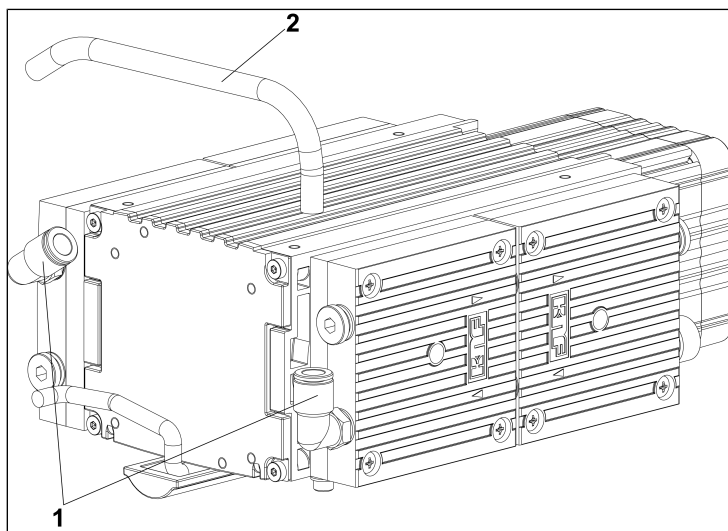

*Fig.6: Rimozione carcassa della pompa*
1. Allentare le viti (1/Fig. 6, 3, 5 e 7) e rimuovere i pezzi della carcassa della pompa (2/Fig. 6, 4, 6 e 8).
1. Applicare i pezzi della carcassa della pompa (2/Fig. 6, 4, 6 e 8) sulla pompa e serrare le viti (1/Fig. 6, 3, 5 e 7).